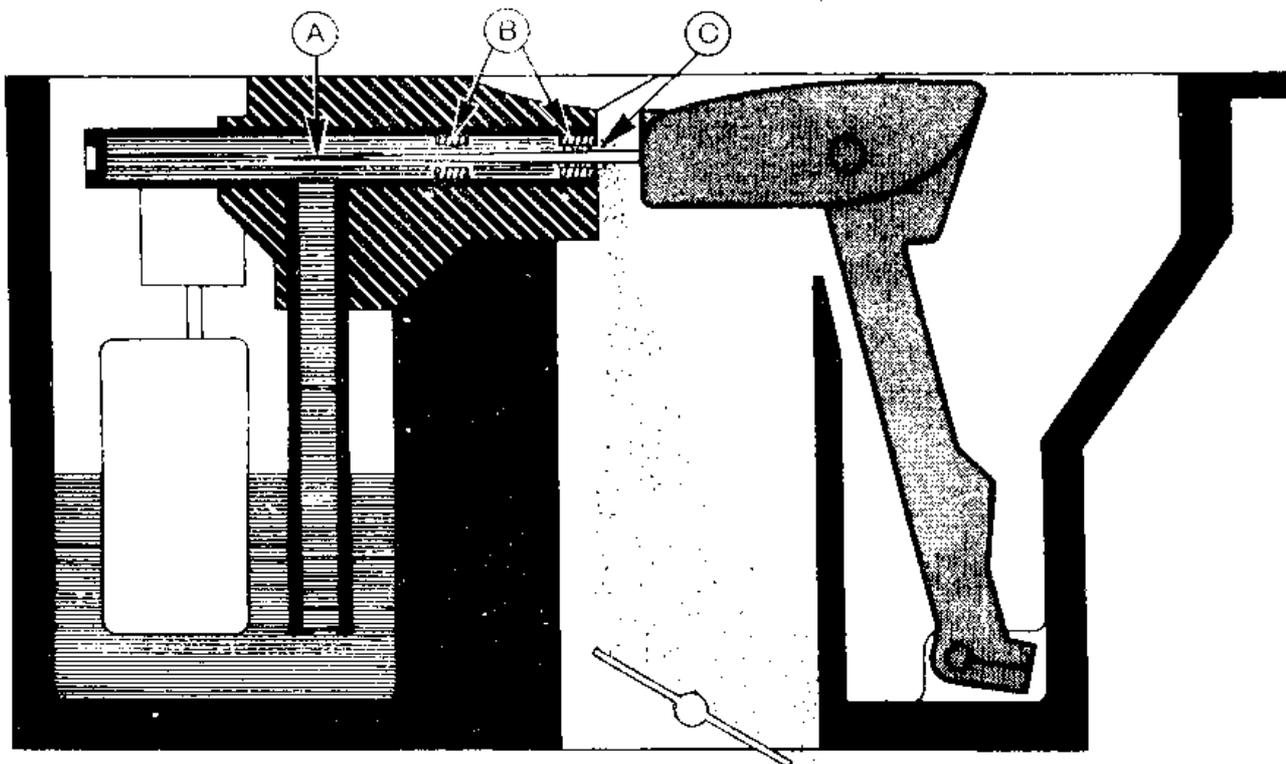

Рис. 3.37 Главная дозирующая система (Разд. 25)
8. Топливо втягивается из поплавковой камеры по передающей трубке и далее через два жиклера и конический игольчатый клапан направляется в двигатель. Разрежение внутри диффузора всасывает топливо. Это показано на Рис.3.37. На малых оборотах игла входит в главный жиклер и ограничивает поступление топлива. При разгоне и на больших оборотах игла оттягивается из главного жиклера пневмоклапаном, к которому она присоединена. Поскольку игла коническая, величина ее перемещения регулирует количество топлива, проходящего через главный жиклер.